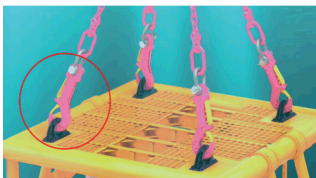

Abb. 1: Ausrichtung ROV-HOOK
- Bei Mehrstrang-Gehängen muss der ROV-HOOK so montiert werden, dass die Haken-Öffnung nach außen zeigt (vgl. Abb. 1).